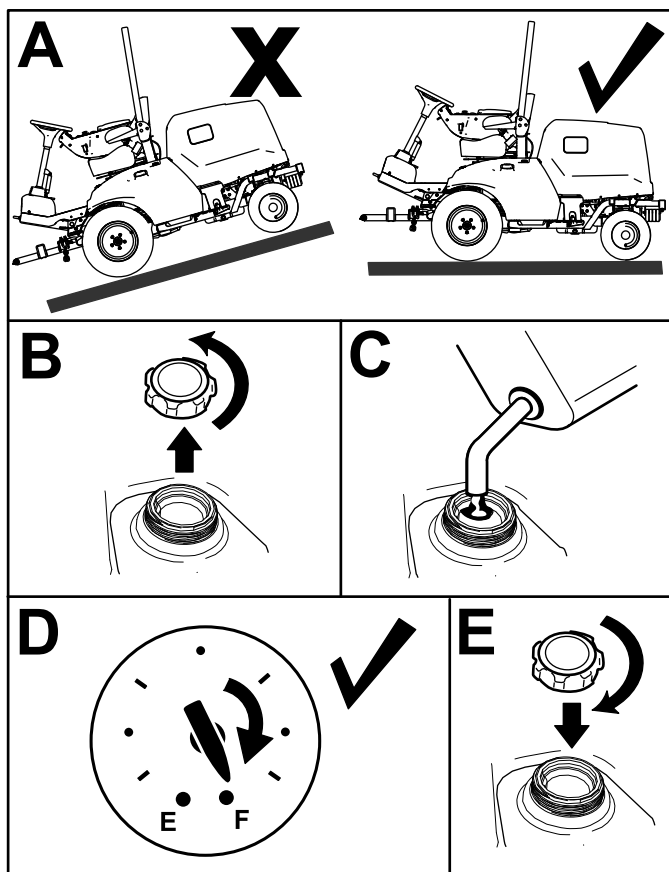

图 32
1. 将机器停放在水平地面上 **图 32** 接合手刹关闭发动机然后拨下钥匙。